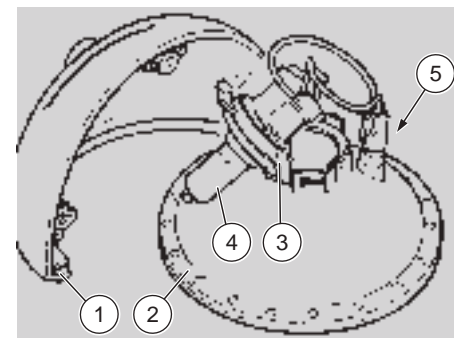

Fig. 58
- ◆ Togliere il semiguscio sinistro (1 - Fig. 58) e la parabola completa (2 - Fig. 58).
- ◆ Togliere il portalampade (3 - Fig. 58) ruotandolo in senso antiorario.
- ◆ Tirare la lampadina (4 - Fig. 58) con cautela ed estrarla.
- ◆ Togliere il portalampada in plastica (5 Fig. 58), posizionato lateralmente alla lampadina luce anabbagliante / abbagliante.